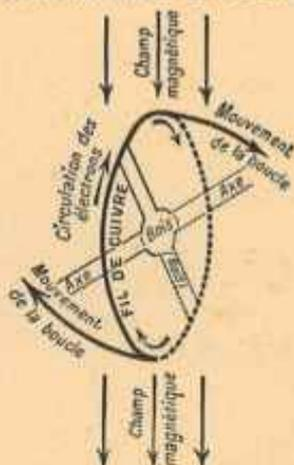

FIG. 6. — Action d'un champ magnétique sur des électrons en mouvement.
l'Est et sa trajectoire se trouverait incurvée par ce fait même. Telle est la raison pour laquelle une boucle de fil, parcourue par un courant électrique (fig. 6), se met à tourner entre les pièces polaires d'un inducteur : le champ magnétique est supposé vertical, le plan de la boucle se confond primitivement avec le plan du méridien (l'axe de rotation est dirigé suivant la ligne Sud-Nord) et la boucle se met à tourner dans le sens des aiguilles d'une montre : tel est le principe des moteurs électriques. Le champ magnétique y est produit par des inducteurs; on emploie plusieurs boucles dont l'ensemble constitue l'induit; dans un but de simplification, la figure 6 n'indique pas par quel dispositif on envoie le courant électrique dans la boucle de fil (1).
Les atomes matériels, dont nous avons signalé l'existence (gros cercles noirs de la figure 1), sont, en réalité, des êtres fort compliqués; il nous suffira d'indiquer ici qu'on a découvert, à l'intérieur de tous les atomes, des électrons qui restent continuellement attachés à l'atome et qui décrivent des trajectoires circulaires autour du centre de l'atome, à peu près comme la Terre parcourt une circonférence autour du Soleil. Dans le fer non aimanté, les plans de ces cercles (fig. 7) ont des orientations quelconques, variables d'un cercle à l'autre. Mais dès qu'on portera le morceau de fer dans un champ magnétique (fig. 8), les cercles se mettront à *basculer*, de la même façon que la boucle de fil de tout à l'heure (fig. 6) : un aimant est donc un échantillon de matière, dans lequel les trajectoires électroniques se sont disposées parallèlement, et on appelle « pôle nord » la face devant laquelle il faut se mettre pour « voir » (1) les électrons tourner dans le sens des aiguilles d'une montre (2).
(1) Ce qui, évidemment, est impossible directement.
(2) Nous pouvons décrire, sans y insister, ce qui se passe quand une couturière brandit son petit aimant en fer à cheval, pour aller dénicher une aiguille qui s'est engagée dans une rainure de sa boîte à ouvrage. Premier temps : à l'approche de l'aimant, les circonférences électroniques de l'aiguille basculent et se disposent parallèlement entre elles, parallèlement aussi aux trajectoires, qui sont préalablement orientées dans l'aimant. Deuxième temps : il y a attraction des circonférences en regard, et situées les unes dans l'aimant, les autres dans l'aiguille. L'humanité, qui connaît les aimants depuis quarante-cinq siècles, n'est arrivée que dans ces dernières années à entrevoir ce qui pouvait bien se passer lorsqu'un aimant attire un morceau de fer.